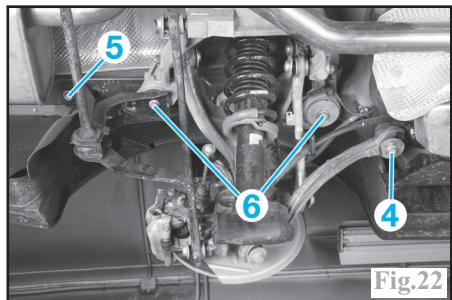

Fig.22
-la fixation (4) (Fig.22) du bras de suspension.
-la fixation (5) du palier de barre stabilisatrice.
-les fixations (6) du train arrière.